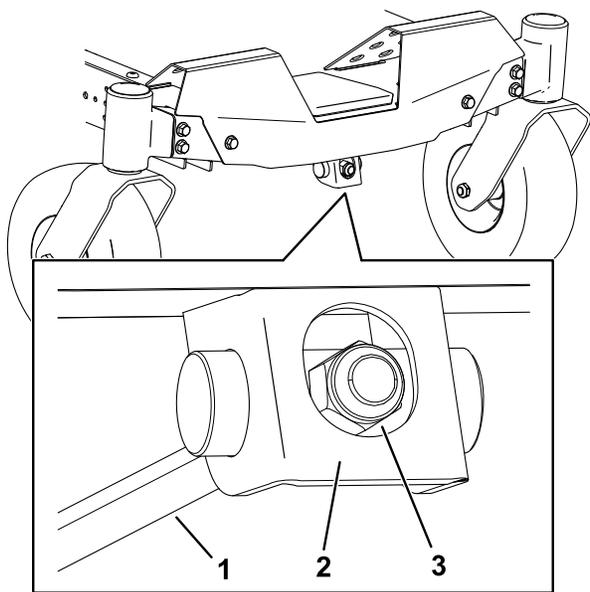

Figura 73
1. Rotiți piulița de reglare de la partea din față a mâinii de tuns iarba (Figura 73).